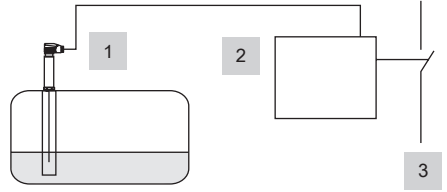

图6.
- 图6. 符合EN 12953-06的（加压）热水设备和电加热蒸汽锅炉。